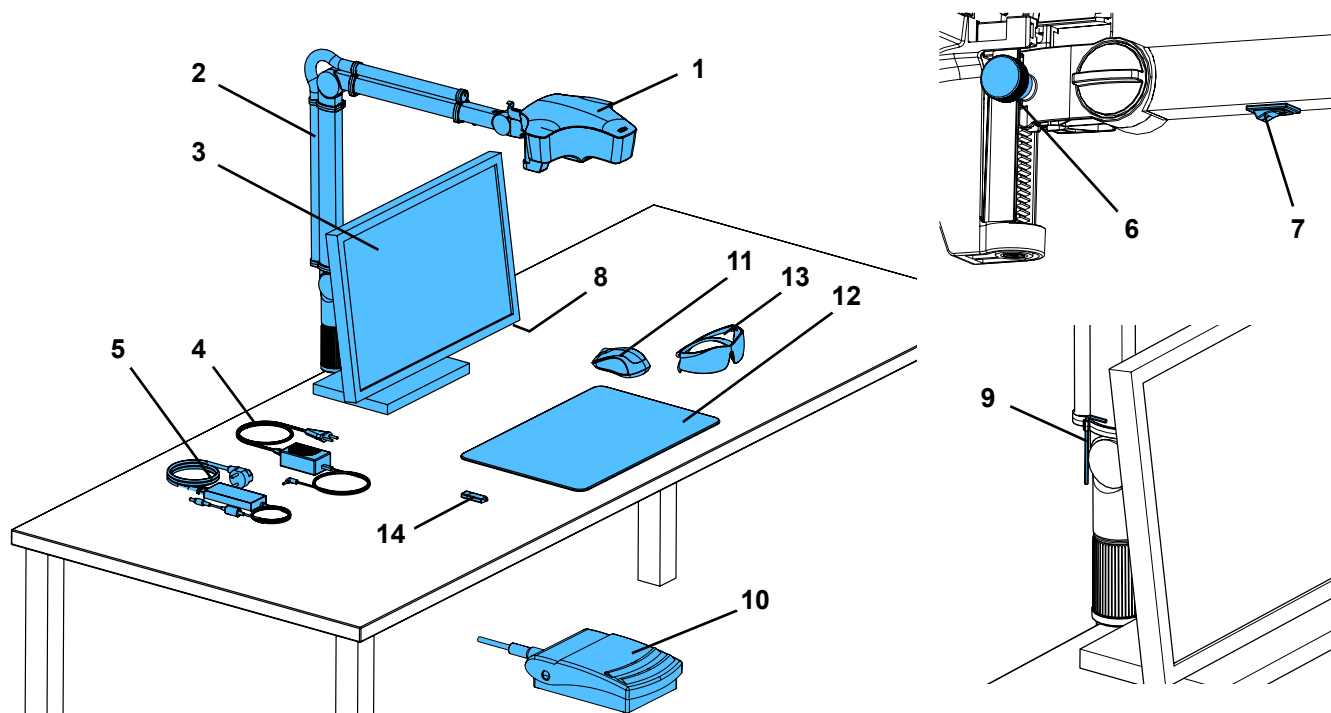

Fig. 1
- ⇒ Collocare il piano di appoggio (12, Fig. 1) sul tavolo di lavoro.
⇒ Collocare il mouse (11, Fig. 1) accanto al piano di appoggio.
⇒ Collocare l'interruttore a pedale (10, Fig. 1) sotto il tavolo e inserire il cavo dell'interruttore a pedale nell'interruttore a pedale.
- Vite di fissaggio sul braccio di supporto (31).
- Vite di bloccaggio centrale (32).
- Vite di bloccaggio sul piede di appoggio (33).
- Vite di bloccaggio (34) con utensile in dotazione (9, Fig. 1).
- Vite di bloccaggio (35) con utensile in dotazione (9, Fig. 1).